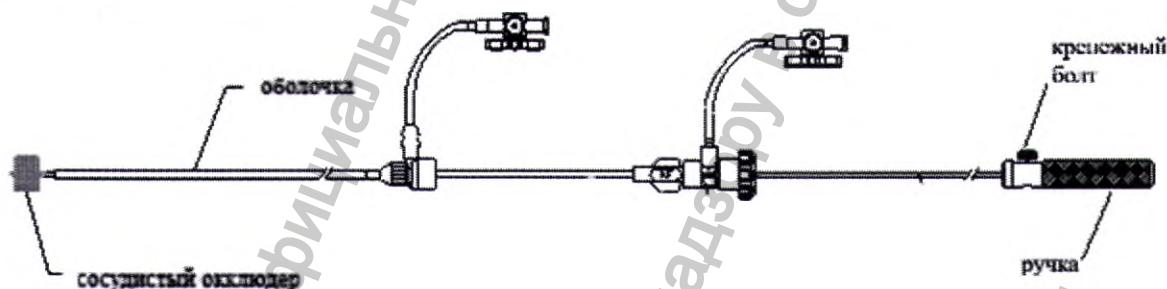

Рис. 25. Ослабить гемостатический клапан (1); извлечь окклюдер, поворачивая доставляющий кабель против часовой стрелки (2).
- Если изделие расположено правильно, ослабить гемостатический клапан и извлечь его, поворачивая доставляющий кабель против часовой стрелки (как показано на рис. 25).